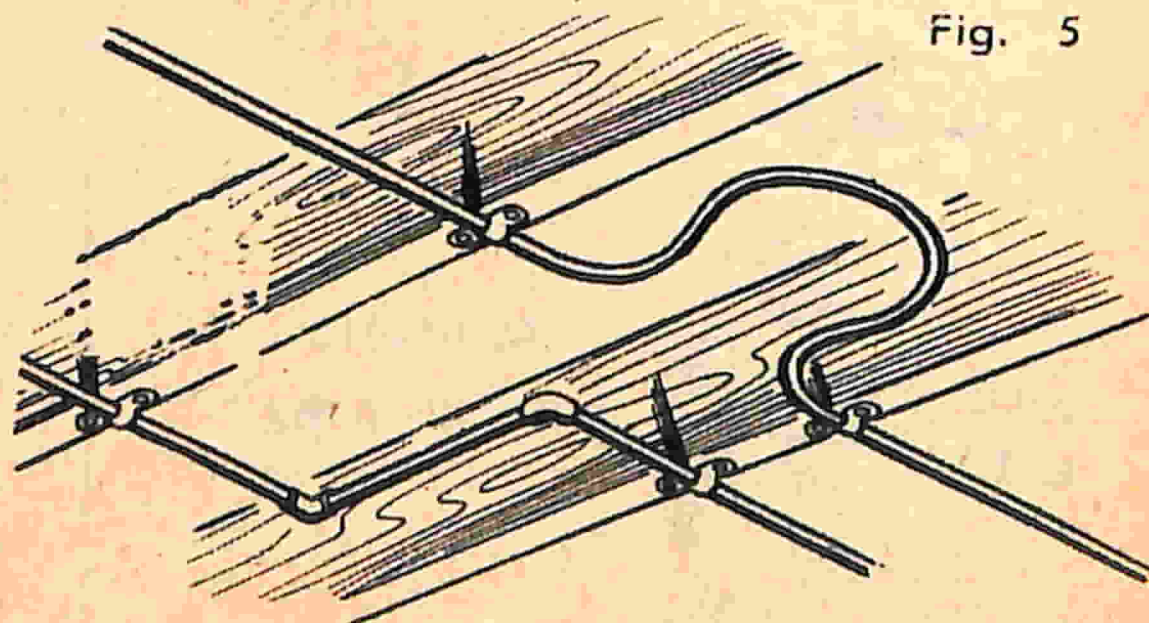

Fig. 5
1. - Installando dei gomiti o dei raccordi supplementari che permettano la libera espansione del metallo (fig. 5).